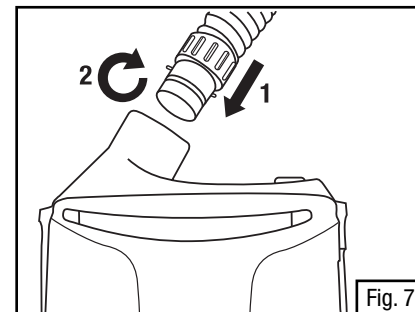

Fig. 7
- Insira a extremidade da traquéia com o ajuste em baioneta (duas pequenas garras) nas fendas paralelas na saída do ar do motor/ventilador (Fig. 7).